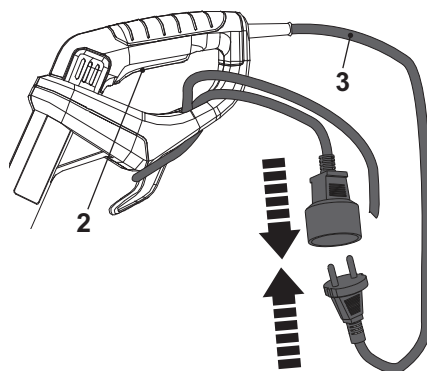

Fig. 5
4. Conecte o cabo de alimentação (3) à tomada do cabo de extensão (Fig. 5).